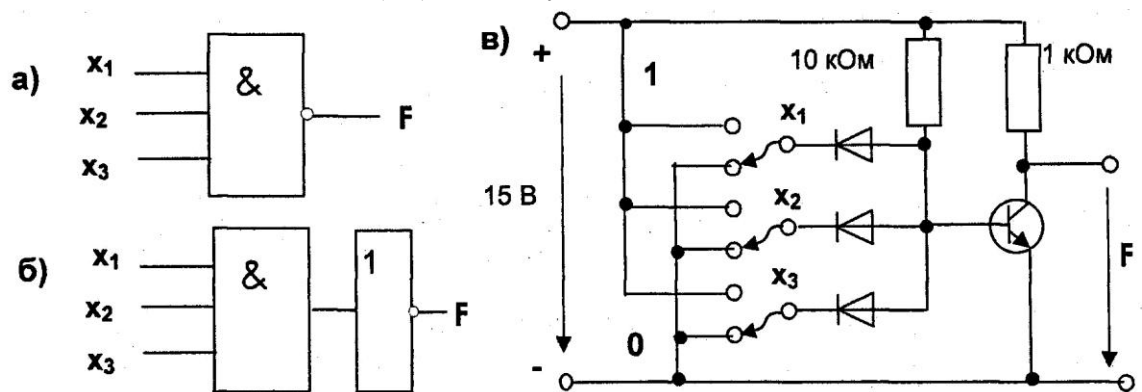

Рис. 8.4.1
Элемент **И — НЕ** состоит из элемента **И** и элемента **НЕ**. Все основные цепи (**И**, **ИЛИ** и **НЕ**) можно смоделировать с помощью этого элемента. Условное обозначение элемента **И - НЕ** и его функциональный эквивалент показаны на рис. 8.4.1а и 8.4.1б.
- Соберите цепь согласно схеме (рис. 8.4.1в). Подайте последовательно: 0 В = сигнал 0, +15 В = сигнал 1 к входам x_1 , x_2 и x_3 , как указано в табл. 8.4.1. Занесите соответствующие значения выходного сигнала (0/1) в таблицу.